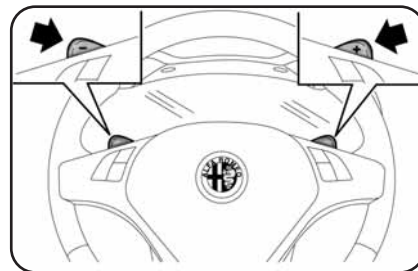

fig. 8
In percorrenza con il cambio in modalità di marcia automatica (posizione leva selettore in D) se viene richiesto un cambio marcia, mediante le levette (fig. 8) poste al volante, il sistema passa ad operare in modalità totalmente manuale, con relativa informazione sul display della marcia inserita, per un determinato tempo di circa 5 secondi, scaduto il quale, senza ulteriore azione sulle levette, il sistema torna a funzionare in modalità automatica (D) con conseguente visualizzazione sul display.